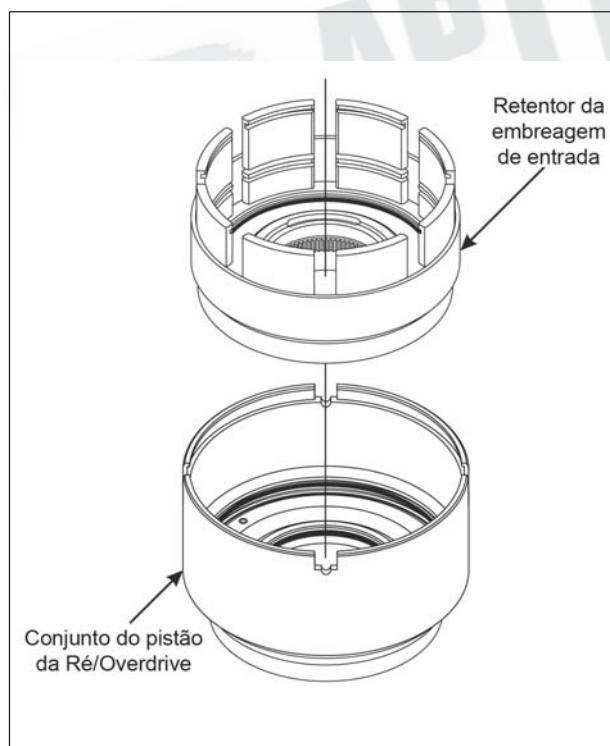

Figura 182
14. Lubrifique todos os vedadores e instale o retentor da embreagem de entrada no pistão da Ré/Overdrive girando o conjunto até assentar em sua posição, conforme mostra a figura 182.